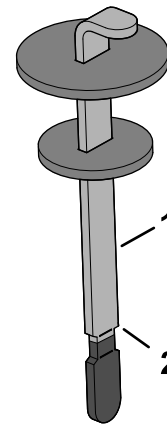

Figura 180
4. Îndepărtați joă de la buon i tergei-o cu o lavetă curată. Introduceți joă în gâtul de umplere, apoi îndepărtați-o i verificați nivelul de ulei. Nivelul uleiului trebuie să se situeze între marcajele de pe joă (Figura 180).